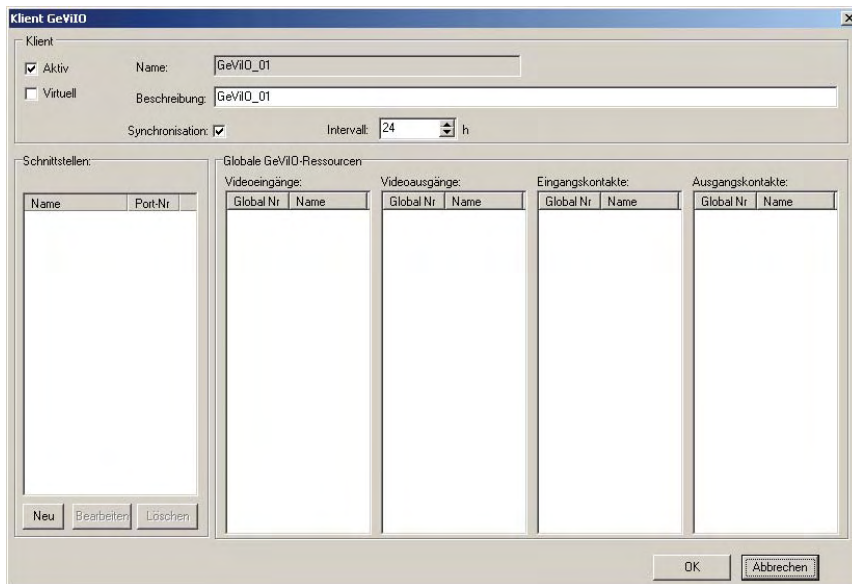

Abbildung 8-6: GeViIO-Client Konfiguration
- Wählen Sie nun den ersten GeViLO-Client, den Sie hinzugefügt haben in der Client-Liste aus und klicken Sie auf „Konfigurieren“. Es öffnet sich der GeViLO-Konfigurationsdialog (Abbildung 8-6).
Nach Bestätigung mit „OK“ wird die Schnittstelle „ARGUS“ in die Liste (linker Bereich, Abbildung 8-6) eingetragen.